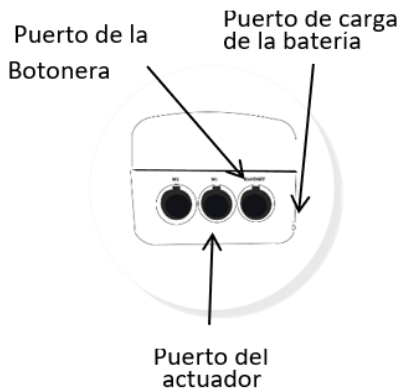

Figura 7. Descripción de los puertos de conexión del sistema eléctrico
1. Conecte el enchufe del cargador al puerto de carga. (FIGURA 7)